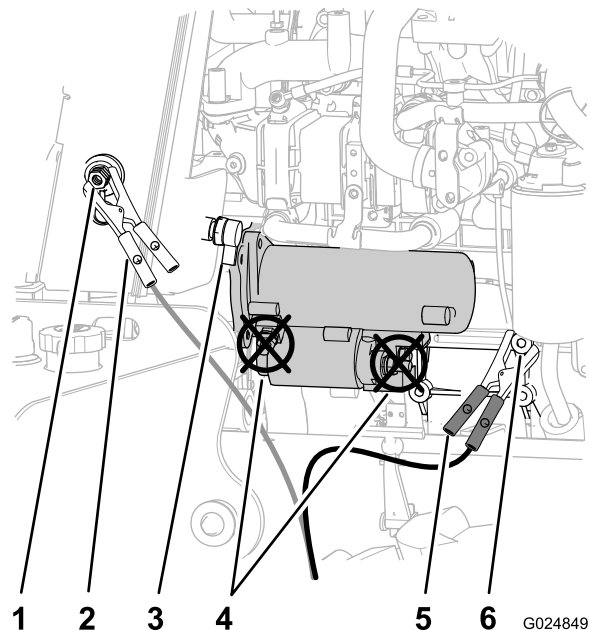

Bild 78
4. Nehmen Sie die Abdeckung vom Starthilfepol ab (Bild 78).
5. Schließen Sie das Plus-Starthilfekabel (+) am Starthilfepol an (Bild 78).
6. Schließen Sie das Minus-Starthilfekabel (-) an der Erdung an, wie z. B. die Mutter am Drehpunkt für die Lichtmaschine (Bild 78).